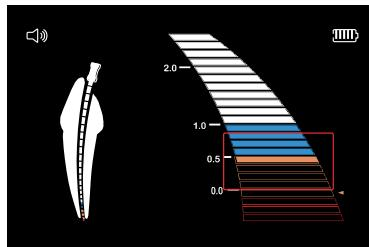

Imagen 9
- c) Despu s de encenderlo, si la barra indicadora indica dentro de ± 3 barras del dial 0.5, el dispositivo funciona normalmente [Imagen 9]. Si la barra indicadora est  fuera del rango, el dispositivo no puede medir con precisi n. En esta ocasi n, comun quese con un distribuidor o fabricante autorizado para obtener ayuda.